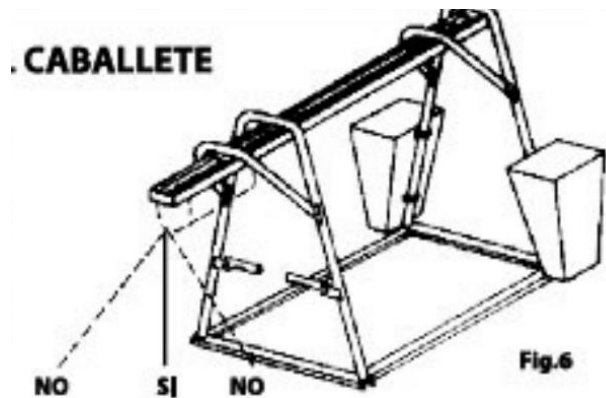

FIG. 9 — Utilisation correcte et incorrecte du chevalet
- 2) Évitez absolument d'utiliser le treuil pour tirer le câble obliquement par rapport à la verticale (FIG. 9).